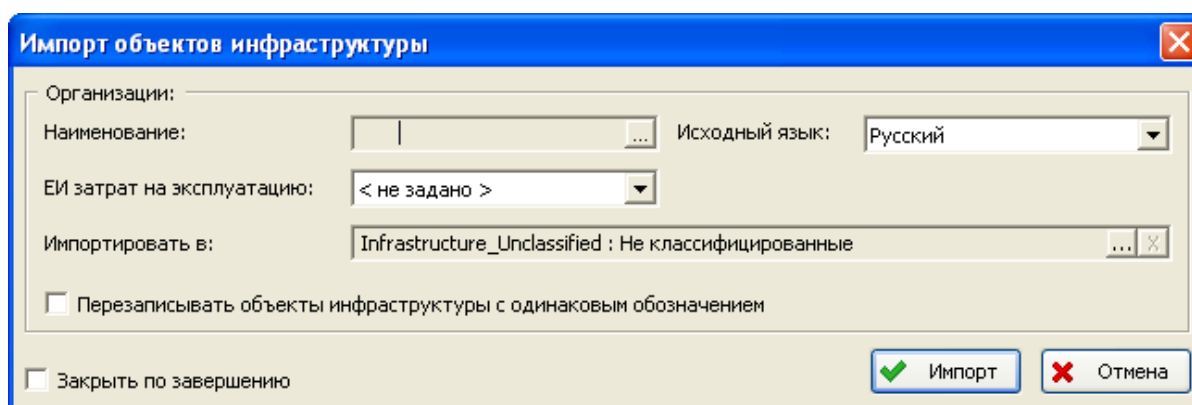

Рис. 4-101
2. В появившемся окне **Импорт объектов инфраструктуры** настройте параметры импорта (рис. 4-101). В выпадающем списке **ЕИ затрат на эксплуатацию** выберите единицу измерения затрат на эксплуатацию объектов инфраструктуры, импортируемых из файла.